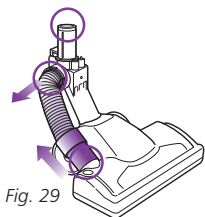

Fig. 29
- Détachez le tuyau de la brosse à ensemble les languettes et en retirant, et en-dessous en retirant le connecteur. Inspectez l'intérieur des 3 ouvertures. (Fig. 29)